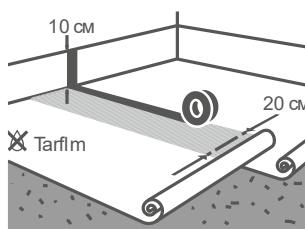

Рисунок 5
10.1 Уложить пароизоляционную полиэтиленовую плёнку Tarfilm толщиной 200 мкм (0,2 мм) по всей площади помещения с загибом на стену не менее 10 см. При использовании нескольких полотен пароизоляционной плёнки необходимо сделать нахлест 20 см, который должен быть зафиксирован клейкой лентой по всей длине (см. Рисунок 5). Излишки плёнки, заходящие на стену, срезаются после установки спортивного плинтуса.